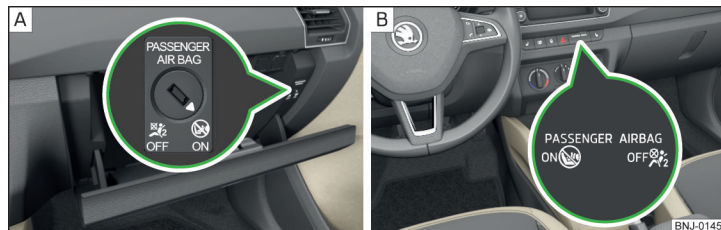

Fig. 12 Interruttore a chiave per airbag anteriore lato passeggero/spia di controllo per airbag anteriore lato passeggero
L'airbag anteriore sul lato del passeggero può essere disabilitato utilizzando l'interruttore a chiave » fig. 12 a pag. 19 - A.
Posizioni dell'interruttore a chiave » fig. 12 - A
- Ruotare con cautela la fessura dell'interruttore a chiave » fig. 12 A con la chiave, portandola in posizione **OFF**.
- Verificare se, ad accensione inserita, la spia di controllo **OFF**🚗 sotto la scritta **PASSENGER AIR BAG** » fig. 12 - B si accende.
- > Ruotare con cautela la fessura dell'interruttore a chiave » **fig. 12** **A** con la chiave, portandola in posizione **ON**.
- > Verificare se, ad accensione inserita, la spia di controllo **ON**  sotto la scritta **PASSENGER AIRBAG** » **fig. 12** - **B** si accende.